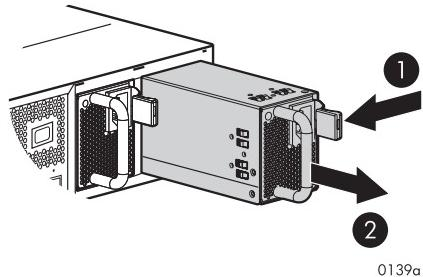

Figure 3 Retrait d'un module d'alimentation
2. En dplaant le loquet de couleur bordeaux vers la gauche (1, Figure 3), saisissez la poigne et dgagez l'alimentation en la tirant hors du botier (2).